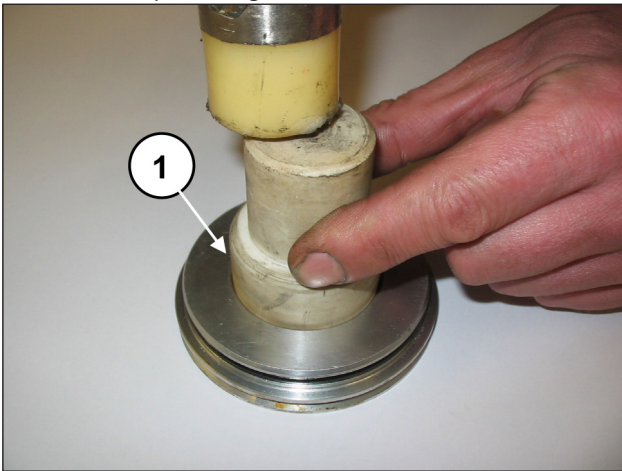
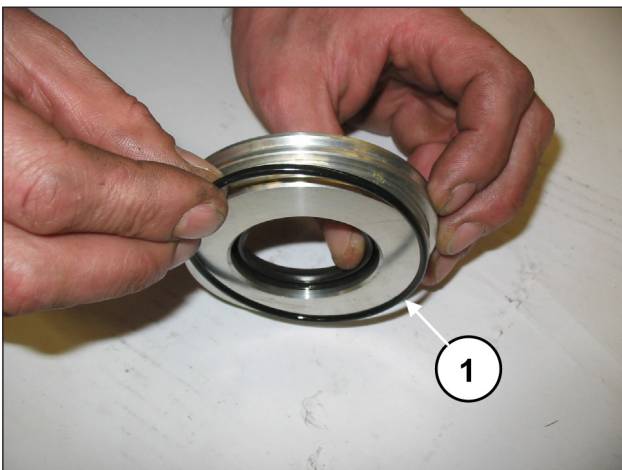

Fig. 6
Fig. 7
Extraer la anilla de retención radial (pos. ①, Fig. 6) y la junta tórica exterior (pos. ①, Fig. 7).